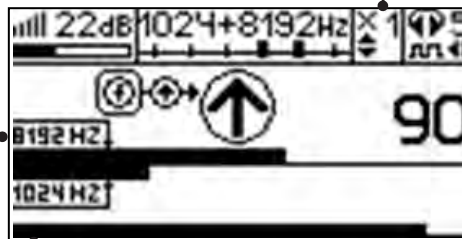

Рис. 6.4
4. «Назначение» производится нажатием кнопки **f** при расположении датчика точно над «выделенной» коммуникацией, считающейся «своей». После этого указатель направления сигнала приобретает вид - (↓). При переходе на «чужую» коммуникацию с другим «направлением сигнала» (или при изменении положения датчика на «обратное») раздастся звук и стрелка покажет «направление сигнала - назад (↓)» (рис. 6.4)
Методика: Производя трассировку с применением ЭМД на низкой активной частоте (512Гц / 1024Гц) (**см. раздел активный трассопоиск**), наблюдать за уровнем сигнала. Локальное повышение и резкое уменьшение уровня указывают на вероятность наличия дефекта изоляции. (**рис. 6.4**) При этом величина сигнала может меняться по различным причинам: положение датчика, глубина залегания кабеля, наличие мешающих конструкций. Поэтому таким методом можно обнаружить лишь «низкоомные» дефекты сопротивлением менее 1кОм.